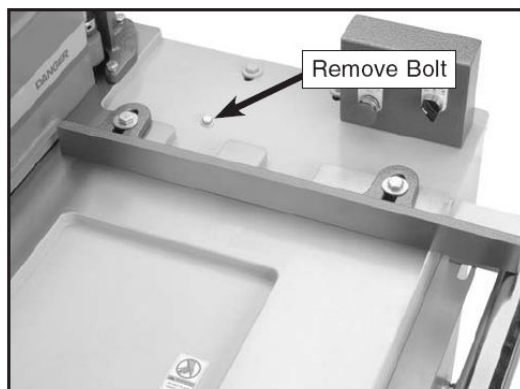

Рис. 20. Этот болт необходимо снять
1. Снимите болты, показанные на рис. 20 и 21.